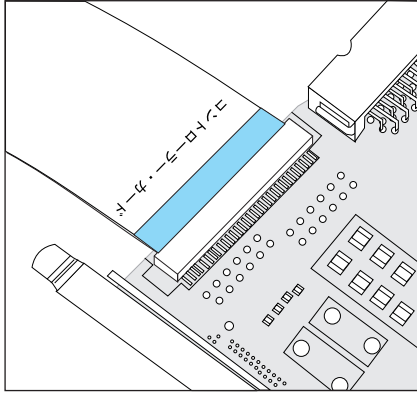
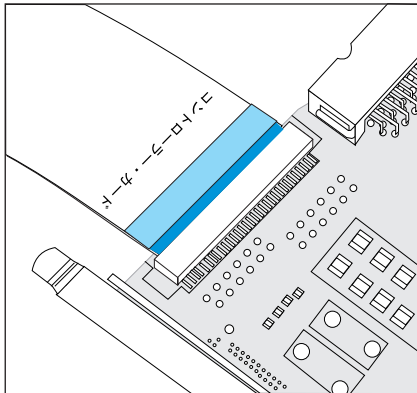

図 147. 正しく取り付けられたサービス・コントローラー・カード・ケーブル
図 148. 正しく取り付けられていないサービス・コントローラー・カード・ケーブル
- b. リボン・ケーブルを再接続する前に、その接点が下方向きであることを確認します。サービス・コントローラーの背面にケーブルを慎重に取り付けます。取り付け中にケーブルがねじれや湾曲が生じないように、まっすぐ取り付けてください。ケーブル・コネクタの各端の紺色の線が見えないことを確認します。これで、ケーブルが完全に装着されます。正しく取り付けられていないときのケーブルの例については、558 ページの図 147 for an example of the cable when it is installed properly および 558 ページの図 148 を参照してください。